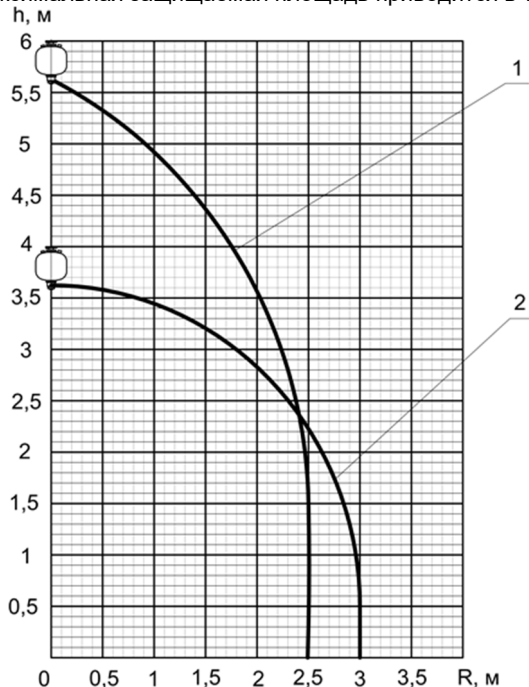

Рис. 3. Конфигурация конуса орошения.
12. Защищаемая площадь при тушении очагов пожаров	см. рис.3, табл. 2
2.2. Защищаемая площадь модификациями «Буран-15ТРВ» по очагам класса «А» и «В», в зависимости от высоты расположения распылителя, определяется по конфигурации конуса орошения (Рис.3). Максимальная защищаемая площадь приводится в таблице 2 .